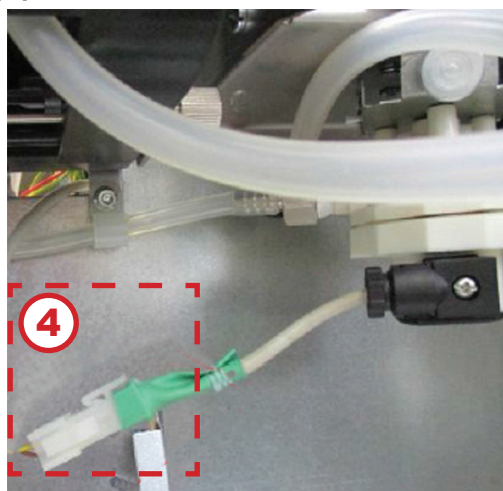

Рисунок 11.7
5. Отключите разъём (**4**) (см.рис.11.7).